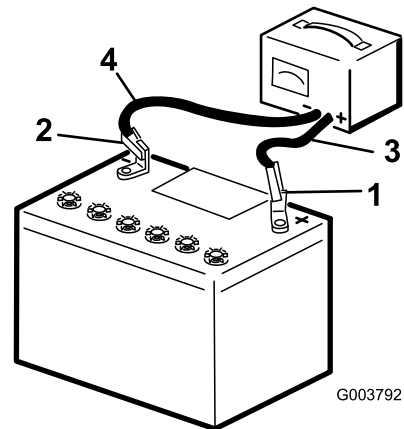

Bild 46
3. Schließen Sie das Plus-Batterieladegerätkabel am Pluspol der Batterie an (Bild 46).
4. Schließen Sie das Minus-Batterieladegerätkabel am Minuspol der Batterie an (Bild 46).
6. Wenn die Batterie ganz aufgeladen ist, ziehen Sie den Stecker des Ladegeräts aus der Stromquelle. Klemmen Sie dann die Klemmen des Ladegeräts von den Batteriepolen ab (Bild 46).